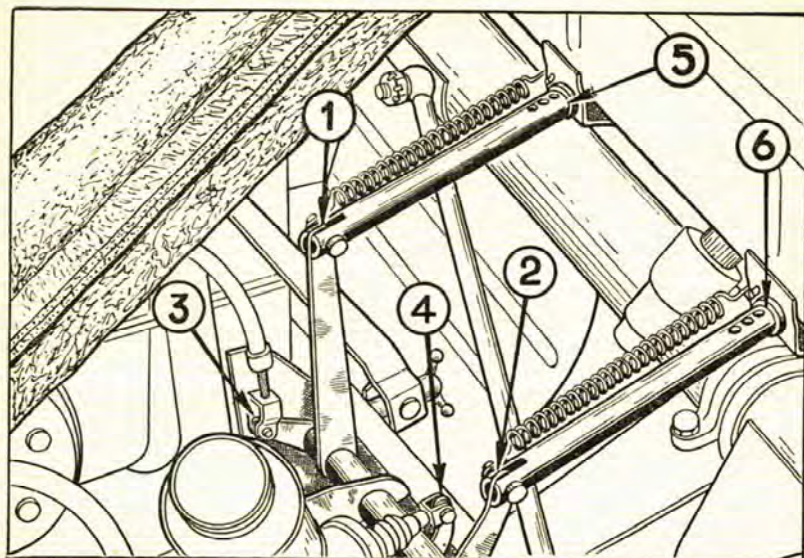

Fig. 17. — GRAISSAGE DES ARTICULATIONS (côté gauche du véhicule)
Graissez aussi les articulations (1) : Un peu d'huile moteur en 1, 2, 3 et 4 et la partie coulissante des tiges de pédales en 5 et 6 (fig. 17).
(1) Ne graissez jamais la bague d'articulation située en haut du levier de changement de vitesse sous le capot ni les bagues de coulissement de la tige de commande.